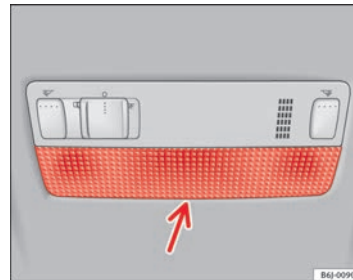

Abb. 166 Leseleuchte vorne
- Das flache Ende eines dünnen Schraubendrehers zwischen Gehäuse und Glas einführen ⇒ Abb. 166.